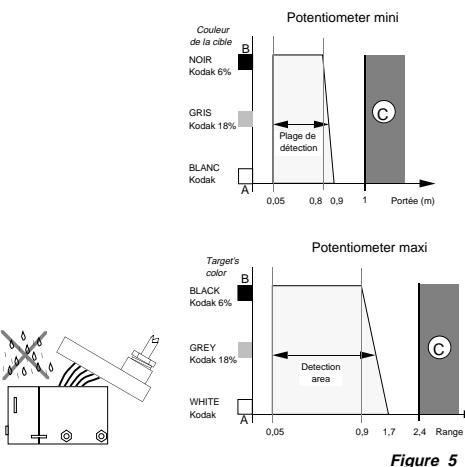

Figure 5
- Cet appareil permet un réglage du seuil de la zone à ignorer allant de 1 à 2,4 m. (figure 5)
- Réglage de (P) au mini: zone de détection de 0,05 à 0,7 m.
- Réglage de (P) au maxi: zone de détection de 0,05 à 1,7 m.
- Tourner le potentiomètre (P) dans le sens anti-horaire jusqu'à extinction de la DEL verte, si celle-ci est allumée.
- Figure 5 shows the operation area depending on the colour of the target.
- This device allows the adjustment of background threshold from 1 m to 2,4 m (figure 5).
- with (P) adjusted to its minimum : zone of detection from 0,05 to 0,7 m, with background suppression from 0,8 m to infinity.
- with (P) adjusted to its maximum : zone of detection from 0,05 to 1,7 m, with background suppression from 1,5 m to infinity.
- If the green LED is on, turn the potentiometer (P) anti-clockwise until it is extinguished, this ensures elimination of the background.
- Das Gerät ermöglicht die Einstellung der Schaltschwelle bezogen auf den nicht zu erfassenden Hintergrund : Einstellbereich 1...2,4 m (Abb.5).
- Potentiometer (P) entgegen dem Uhrzeigersinn so lange drehen, bis die grüne LED erlischt, sofern sie leuchtet.